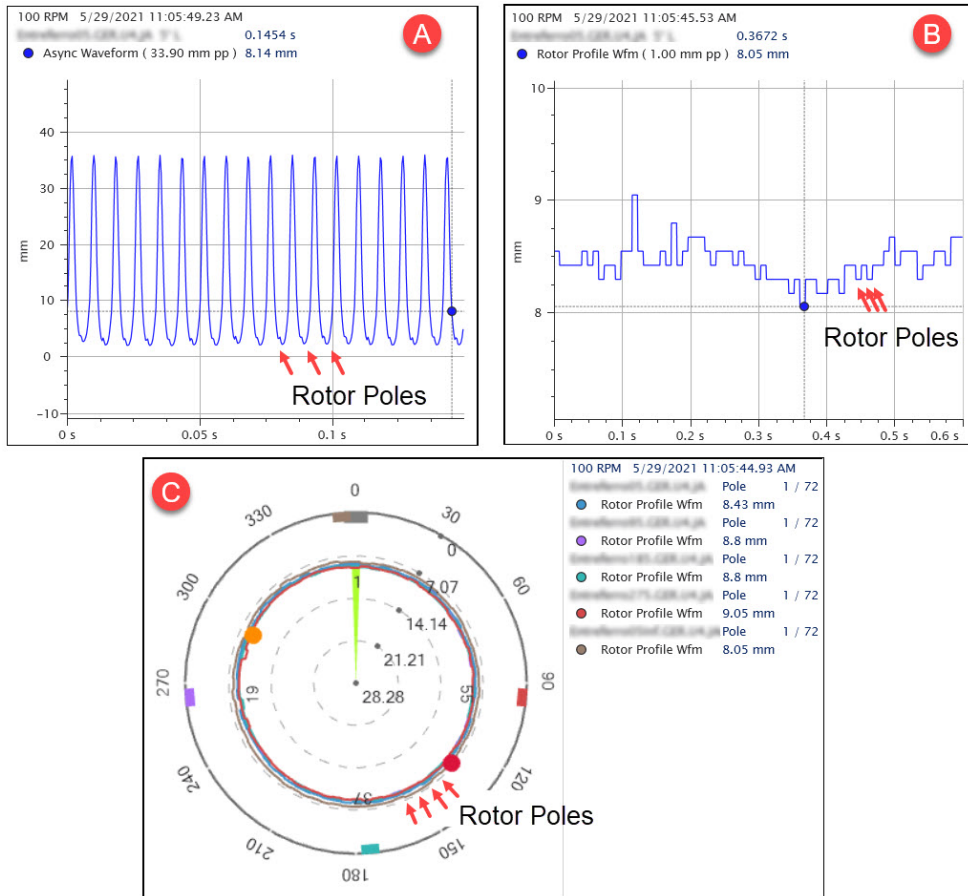

图 7-7) SETPOINT CMS 气隙图
VC-8000 气隙通道为 SETPOINT CMS 软件提供转子轮廓波形和异步波形。该数据用于异步时基图 (A)、转子轮廓时基图 (B) 和气隙图 (C) (参见图 7-7)。